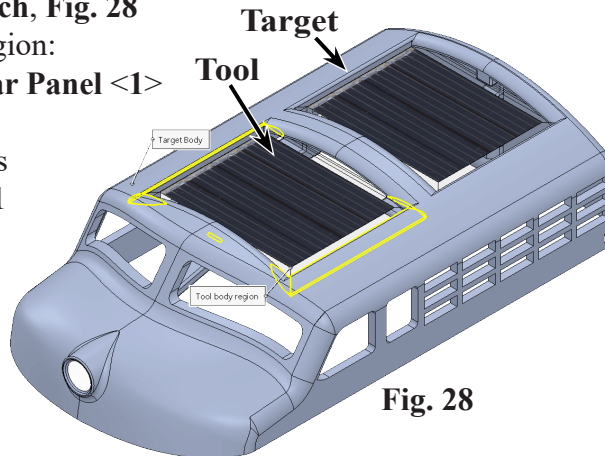

Fig. 28
- click **Hatch**, **Fig. 28**